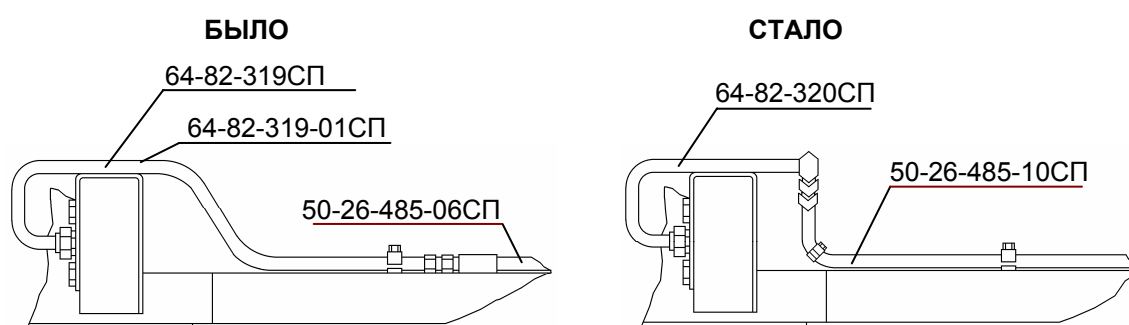

Рис. 3
2.2. С целью улучшения условий обслуживания место соединения труб и рукавов управления гидрперекосом отвала перенесено в более доступное для обслуживания. При этом трубы 64-82-319СП и 64-82-319-01СП заменены укороченными трубами 64-82-320СП, рукава 50-26-485-06СП заменены рукавами 50-26-485-10СП (рис. 3).